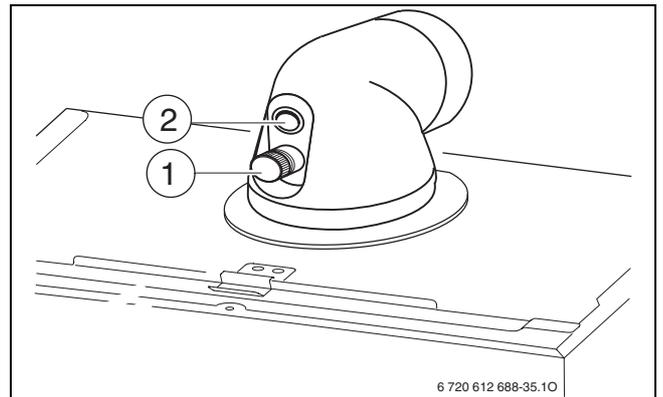

Fig. 37
- ▶ Rimuovere il tappo sul manicotto di misurazione dell'aria comburente [2] (→ fig. 37).
- ▶ Rimuovere il tappo di chiusura dalla presa di analisi dei combusti (→ fig. 37, [1]).